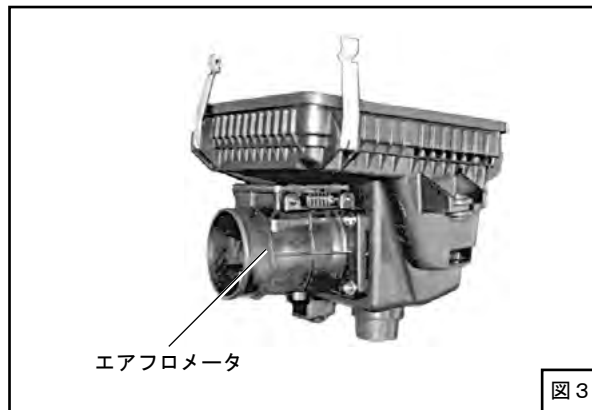

図3
- (6) エアクリーナケースロアから、エアフロメータを取外してください。（ナット×4）（図3）